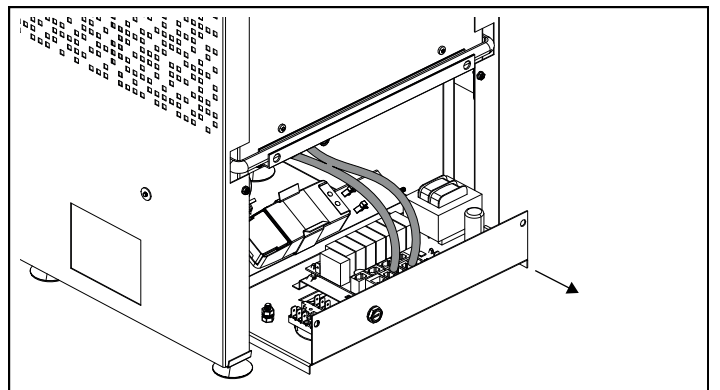
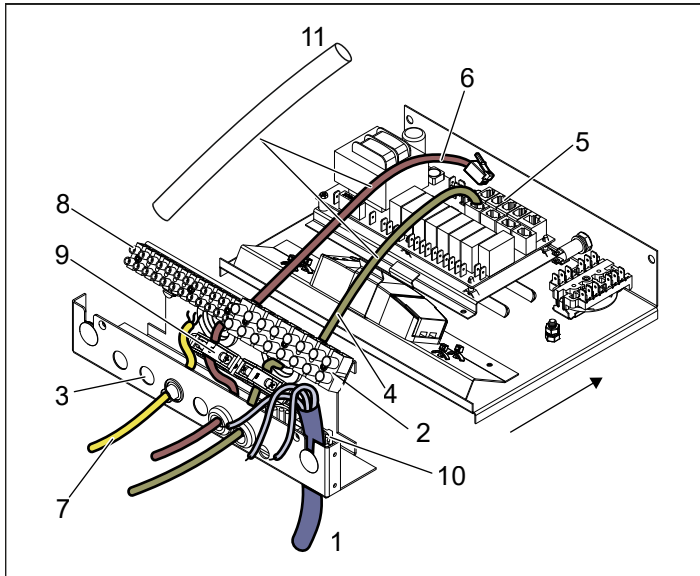
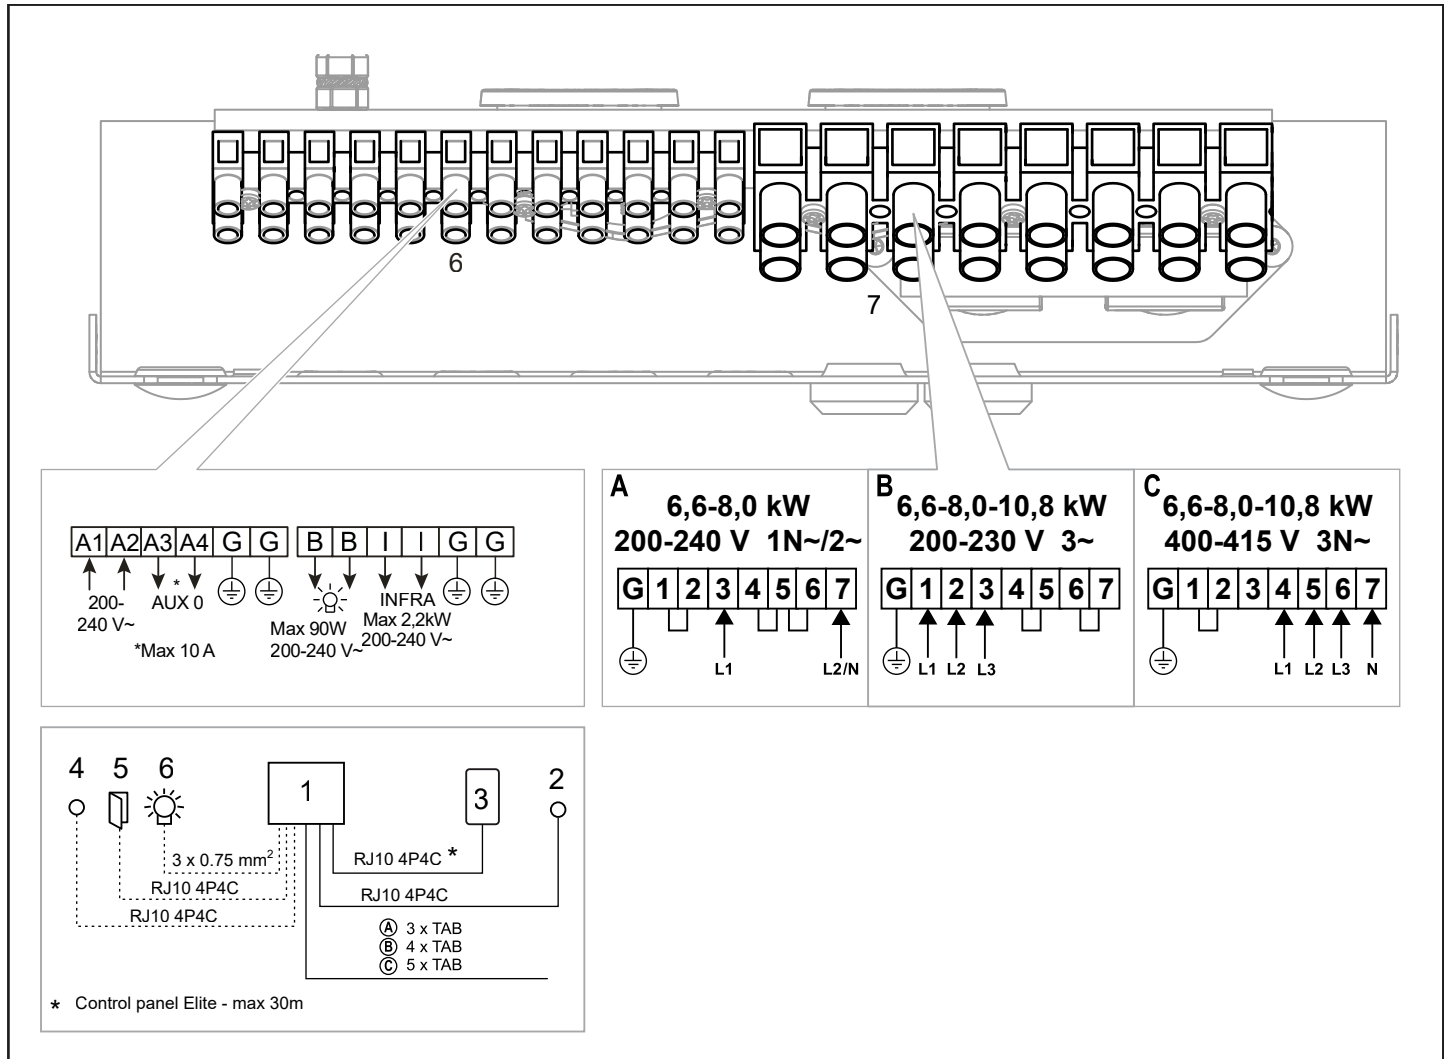
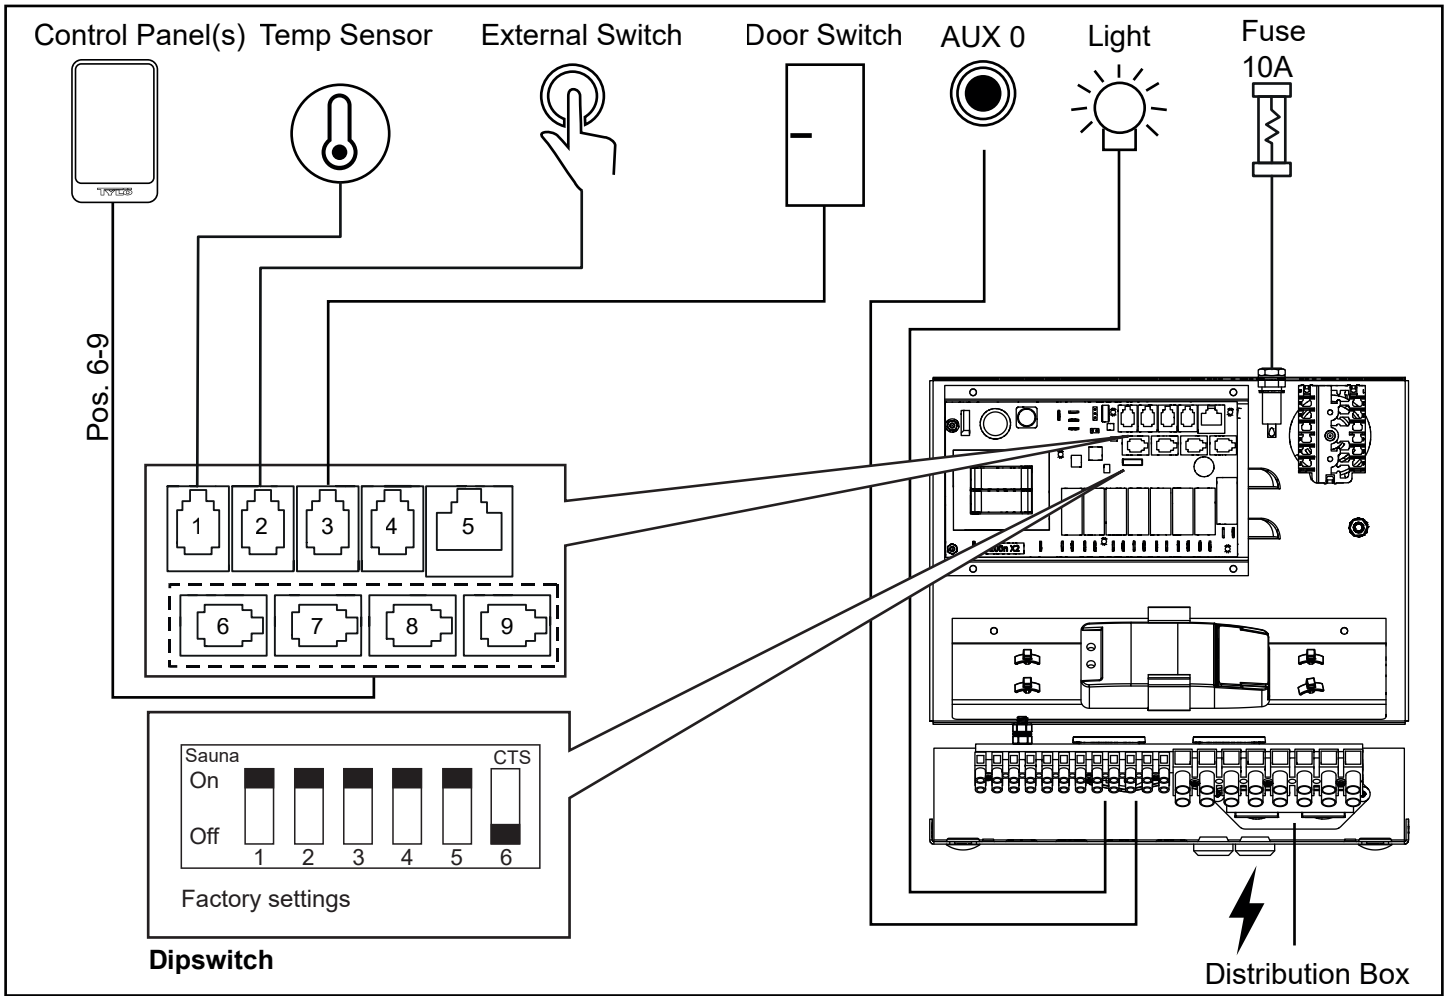

Abb. 9: Herausziehen des Einschubs für einen leichteren Zugriff
Abbildung 10: Elektrisches Fach
Abbildung 14: Schaltplan
Abbildung 15: Installationsdiagramm für Crown Elite
3. Schließen Sie das Netzkabel (siehe Abbildung 10) gemäß dem Schaltplan (siehe Abbildung 14) an.
4. Führen Sie die Kabel für das Bedienpanel und den Temperaturfühler durch die Kabeltüllen (siehe Abb. 10). Schließen Sie das Bedienpanekabel an einen der vier RS485-Kontakte (Positionen 6–9) an (siehe Abbildung 15).
5. Verbinden Sie das Sensorkabel mit dem NTC-Kontakt auf der Leiterplatte (Position 1) (siehe Abbildung 15). Öffnen Sie den Einschub, um die Kabel zu spannen (siehe Abb. 9).
6. Schließen Sie das Lichtkabel (sofern relevant) (siehe Abbildung 10) gemäß dem Anschlussschaltplan in Abbildung 14 an.
Wenden Sie sich an den Tylö Kundendienst, bevor Sie Spannungen oder Phasennummern anschließen, die nicht im Schaltplan in Abbildung 14 abgebildet sind.